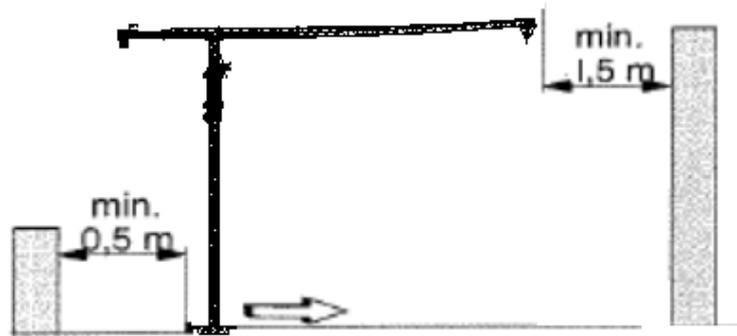

图 1.5-2
- 4) 检查塔机与周边建筑物以及周边塔机的距离（见图 1.5-2）；